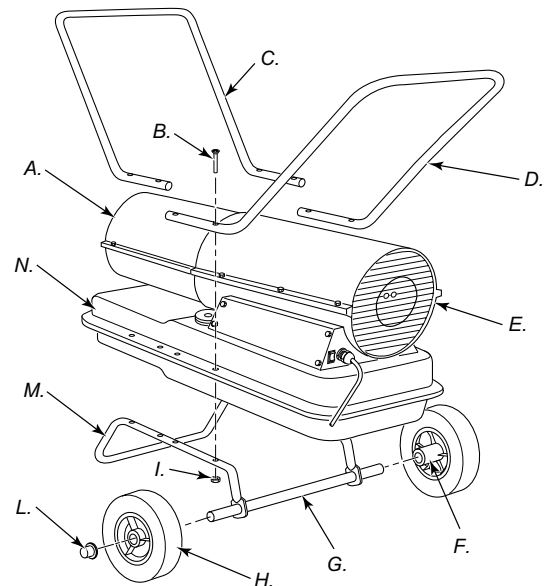

Figura 3 – Conjunto de ruedas y asas, sólo modelos de 29 kW e 44 kW.
1. Deslice el eje a través del bastidor de soporte de las ruedas. Instale las ruedas en el eje. **IMPORTANTE:** Al instalar las ruedas, oriente el cubo extendido de las ruedas hacia el bastidor de soporte de las ruedas (vea la Figura 3).